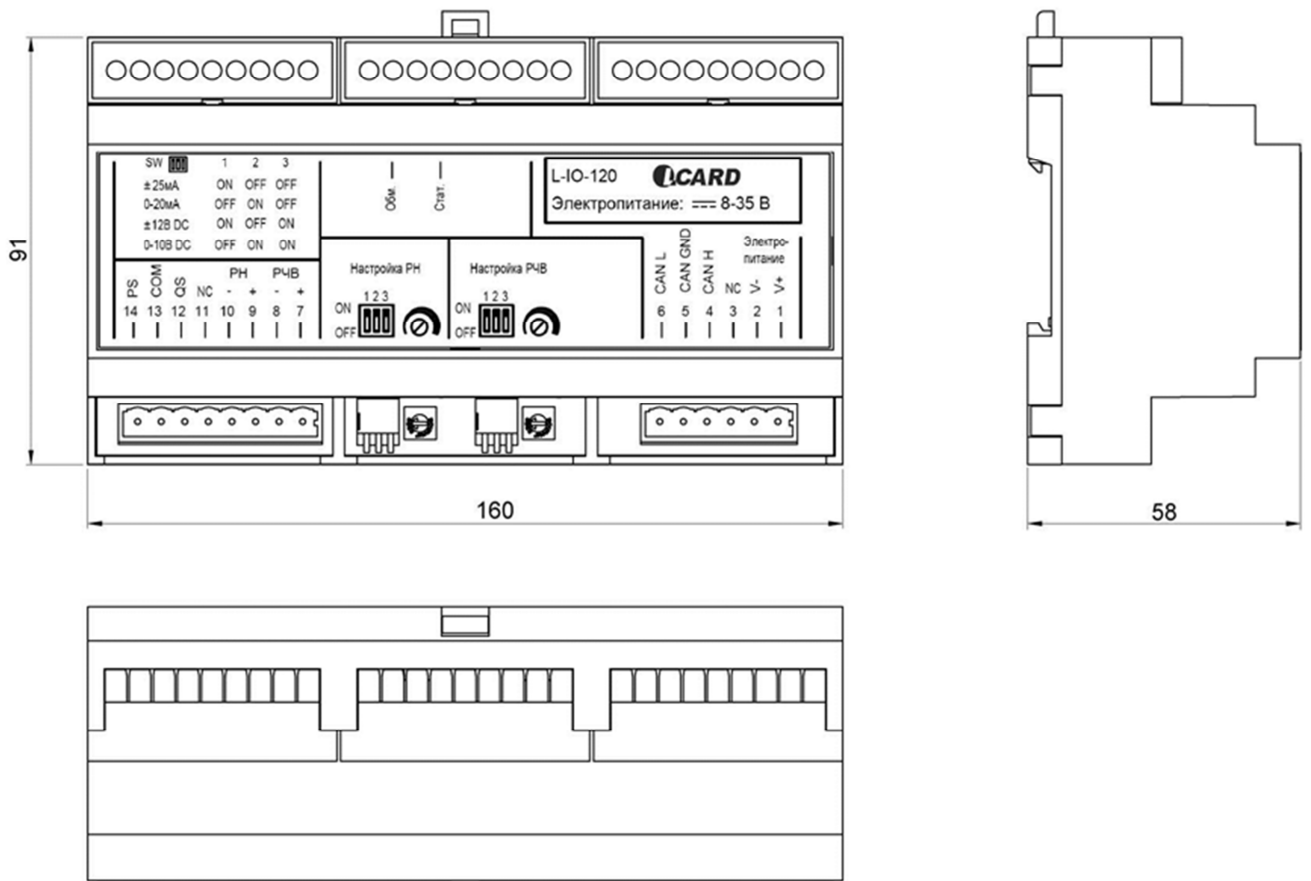

Рисунок 3 – Габаритные размеры модуля
6.2.1 Модуль устанавливается на DIN рейку Ω -типа TH35. В системе крепления модуля предусмотрена защелка для фиксации модуля на DIN рейке. Как правило, модуль устанавливается внутри шкафа управления дизельной генераторной установкой как можно ближе к цепям управления РЧВ и РН дизельной генераторной установки. Габаритные размеры модуля 160 x 91 x 58 мм. (рисунок 3).